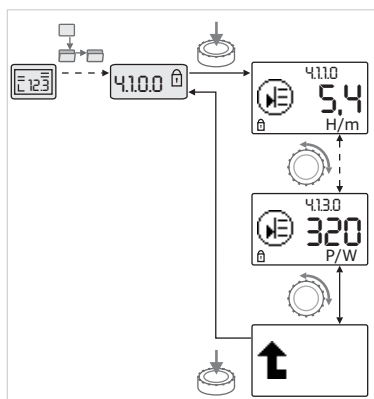

Fig. 44: Activar informações
- Ao rodar o botão branco, pode comandar-se elementos de menu do tipo “Informação” do submenu actual (ver Fig. 44). A explicação das regulações representadas pelos símbolos encontra-se na tabela do capítulo 8.7 “Elementos de menu de referência” na página 296.